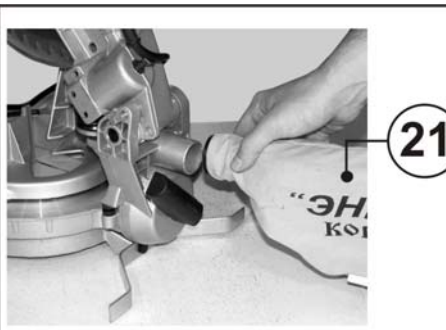

Рис.10
Используйте пылесборник (21) во время пиления для более аккуратной работы и легкого удаления опилок из рабочей зоны, Рис.10